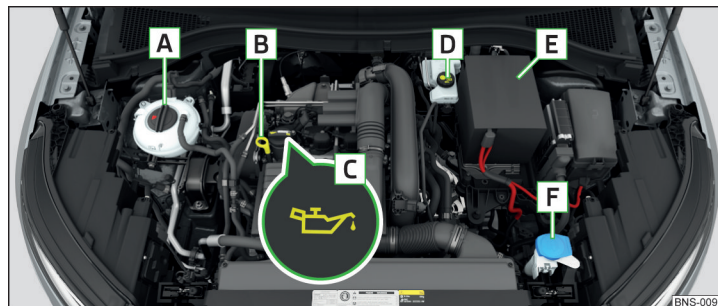

Fig. 330 Exemple de disposition dans le compartiment moteur
- Dévissez le bouchon de l'orifice de versement d'huile moteur **C** » fig. 330 à la page 297.